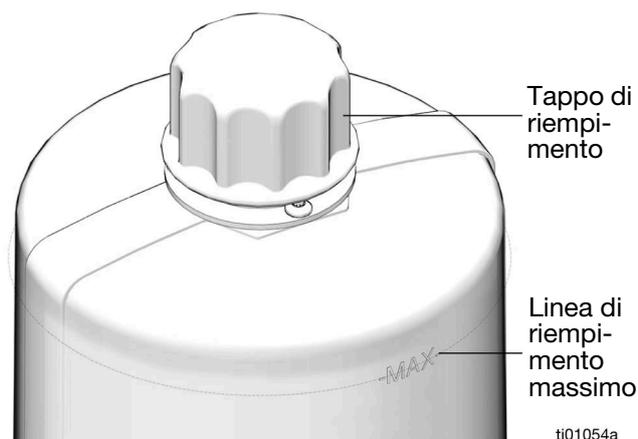

FIG. 22
- Non riempire eccessivamente (FIG. 22).
- Rimuovere il tappo di riempimento (Z) (FIG. 22).
- Versare l'olio nel serbatoio fino alla linea di riempimento massimo (FIG. 22).
- Reinstallare il tappo di riempimento (Z). Serrare saldamente a mano il tappo.